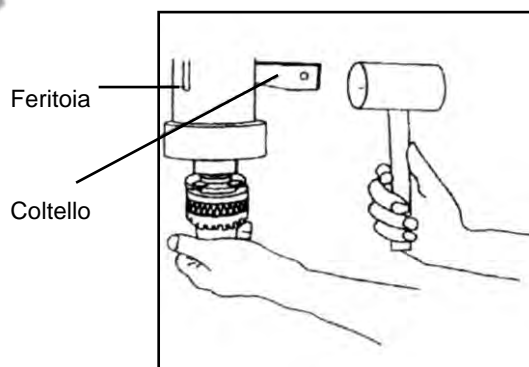

Figura 9 - Smontaggio del mandrino.
- Trattenete il mandrino con una mano, mentre battete il coltello col martello, come mostrato in Figura 9.